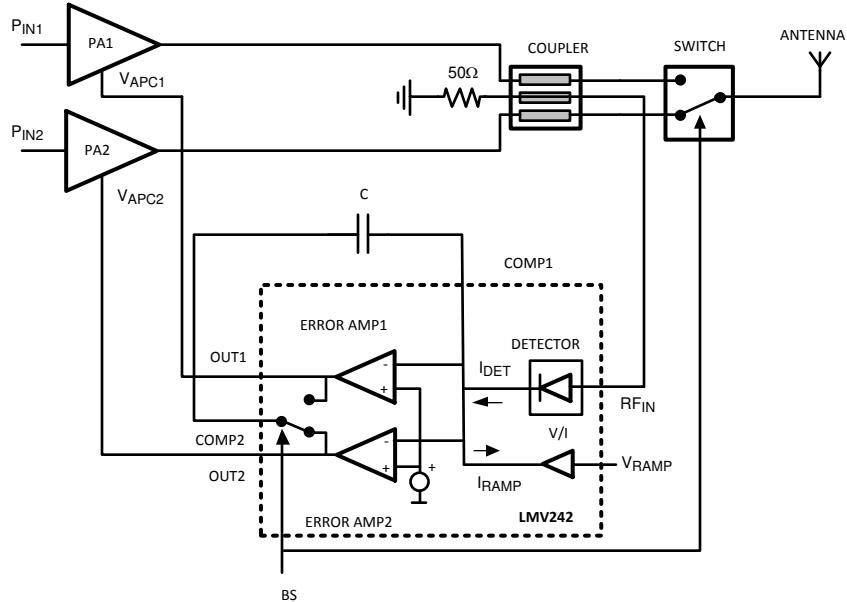

図 7-1. PA 制御ループ
図 7-1 は、パワー アンプ (PA) 制御ループの一般的な構成を示しています。PA の出力から始めて、この入力は検出器に入力され、通常は指向性カプラを経由します。検出器出力電流  $I_{DET}$  とランプ電流  $I_{RAMP}$  (選択された出力設定値を表す) との誤差が、積分器として構成されたオペアンプの反転入力を駆動します。基準電圧がオペアンプの非反転入力を駆動します。最終的に、積分器としてのオペアンプの出力がパワー アンプのゲイン制御入力を駆動し、出力電力を設定します。 $I_{DET}$  が  $I_{RAMP}$  と等しいとき、ループは安定します。